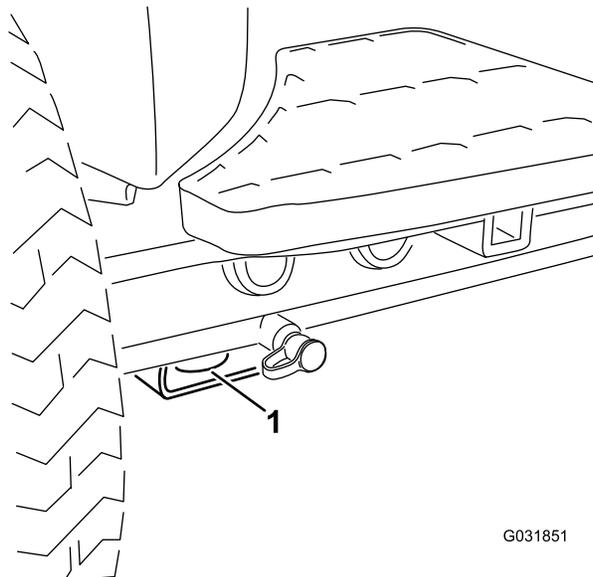
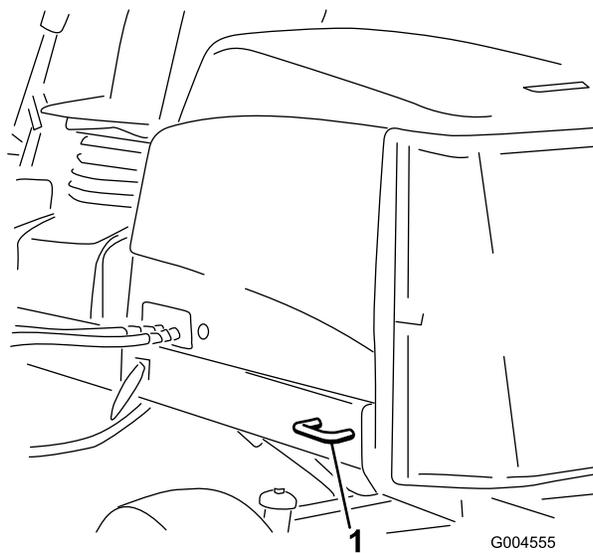

図 57
図 58
5. 機体についているロープ掛けポイントを使い、チェーンやロープ、ワイヤなど適切なものでしっかりと機体をトレーラに固定する(図 57 と 図 58)。
- 前各前輪の内側、アクスルチューブの下にある四角いパッド(図 57)
- 後車両の左右側それぞれの後フレーム(図 58)